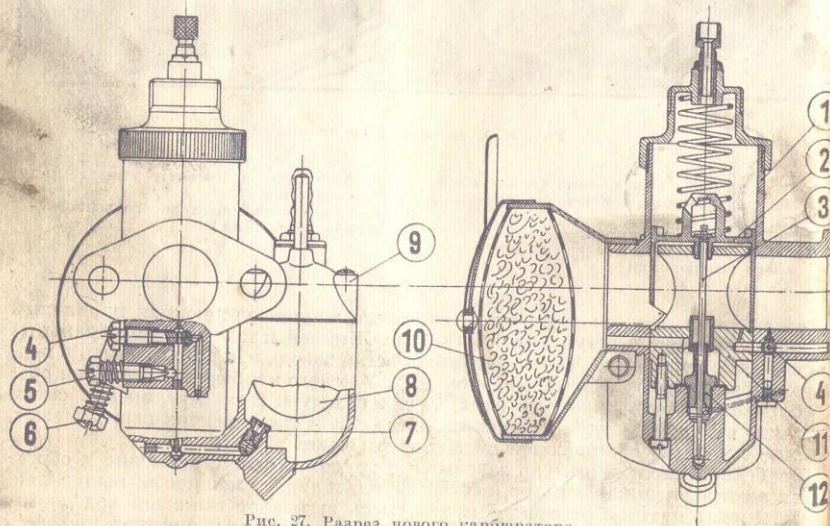

Рис. 27. Разрез нового карбюратора
- Регулировочный штуцер ручного выключения (2) немного завернуть, в результате чего освобождается ручной рычаг.
- Бензином или керосином смыть грязь с кулачка (6) автоматического выключения и с ролика (5).
- Левой рукой взять ролик (5) автоматического выключения и передвигать его к кулачку и обратно.
- При наличии зазора поворачивать винтом автоматического выключения (4) направо до тех пор, пока зазор между роликом (5) и кулачком (6) не будет 0,3 мм.
- Кулачек автоматического выключения (6) и ролик (5) слегка смазать солидолом.
7. КАРБЮРАТОР ИЙКОВ 2922 и 2924 МОНОБЛОК 11, 12 (рис. 27)
Рис. 27а. Разрез глушителя шума впуска, исполнение II